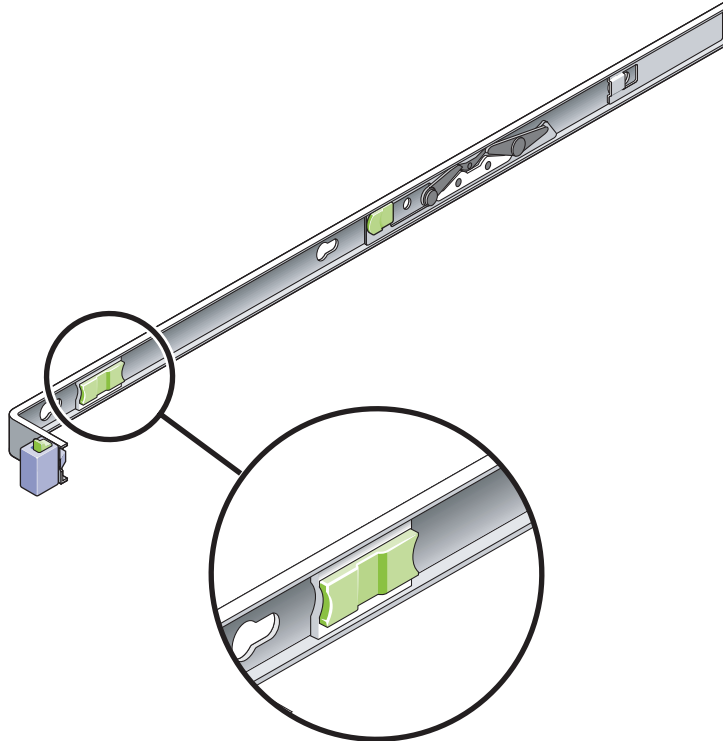

FIGURA 2-24 Botón de liberación de la guía deslizante
6. Suelte al mismo tiempo los botones de liberación de las dos guías deslizantes (FIGURA 2-24) y empuje el servidor hasta el fondo del rack.